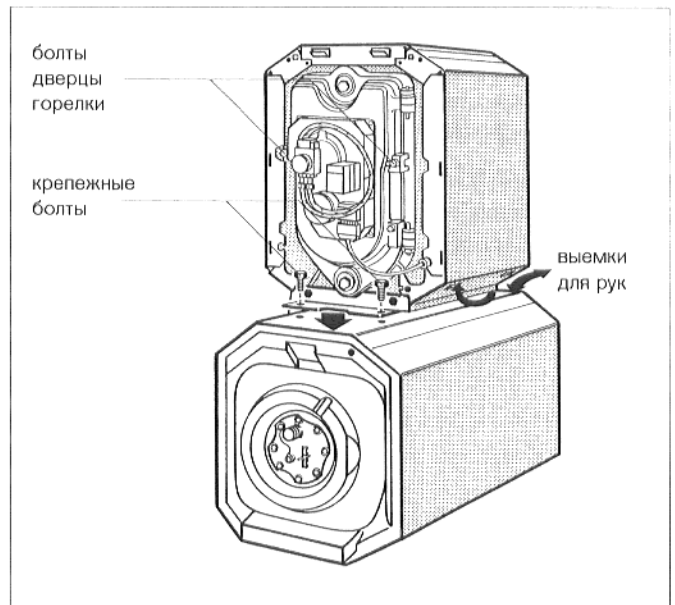

Рис. 4
- Открыть дверцу горелки, отвинтив предварительно два винта (рис. 4).
- Ухватить котел за предусмотренные для этого выемки в кожухе котла, и поставить его на бойлер-нагреватель хозяйственной воды. Отверстия в опорном угольнике должны совпадать с крепежными отверстиями в бойлере-нагревателе хозяйственной воды (рис. 4).
- Привинтить опорный угольник к бойлеру-нагревателю хозяйственной воды (рис. 4; короткие винты).
- Повесить дверцу горелки и закрыть двумя болтами (рис. 4).